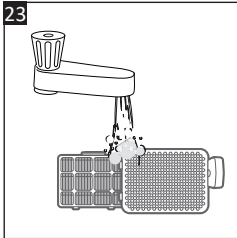

Рис. 23
4. Удерживая выпускной воздушный фильтр (24) грязной стороной вниз, промойте его под краном теплой водой, пока вода не станет прозрачной (Рис. 23). Промойте крышку отверстия для выхода воздуха (25).